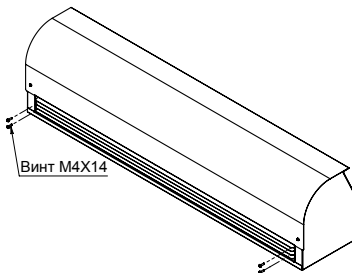

Рисунок 5
- С передней воздуховыпускной решетки выкрутить крепежные винты M4x14 по 2 шт. с каждой стороны (см. рисунок 5).